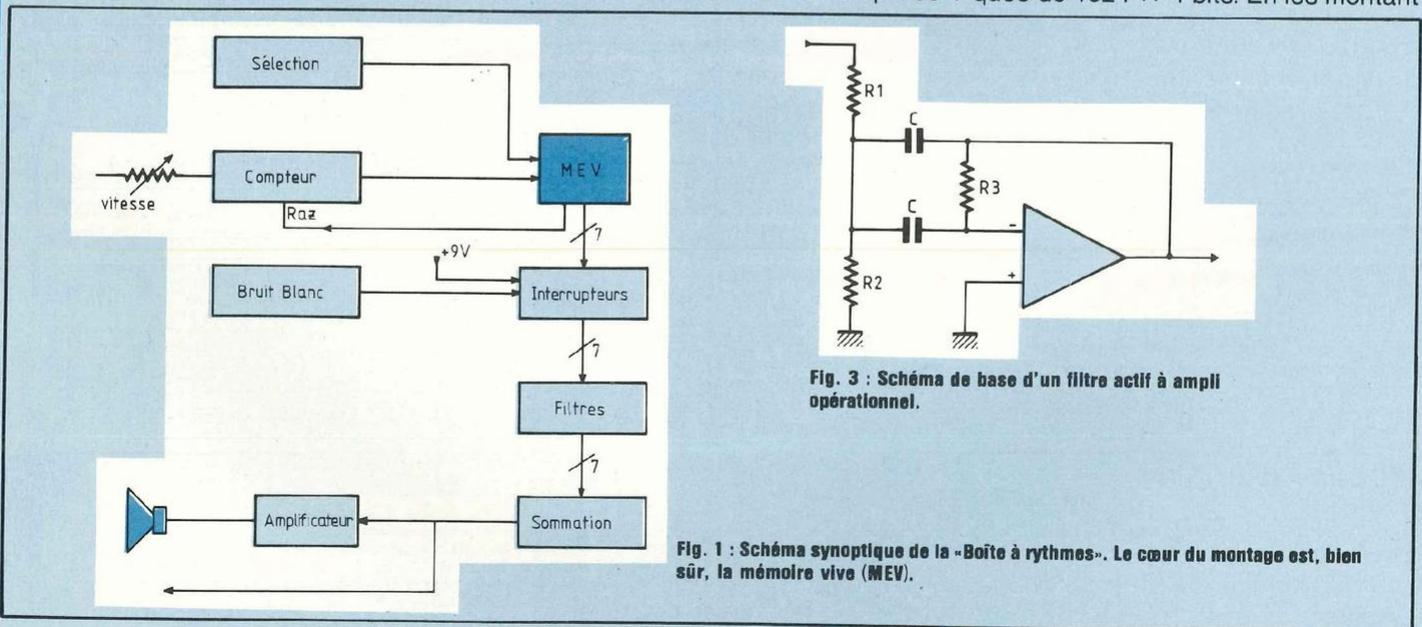

Fig. 1 : Schéma synoptique de la «Boîte à rythmes». Le cœur du montage est, bien sûr, la mémoire vive (MEV).
**V**ous pouvez voir le schéma synoptique de cette réalisation à la figure 1. Le cœur du montage est bien sûr la mémoire vive (MEV) qui est commandée par les interrupteurs sélectionnant le rythme parmi les 16 que vous pouvez y enregistrer. Un compteur fait défiler les pas de la rythmique à la vitesse voulue ; réglable par un potentiomètre. Une des lignes